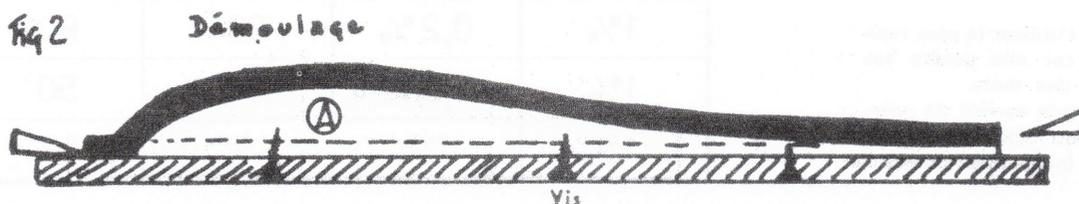

Fig 2
- Fig. 2 -
Le moule étant sec, procédez au démoulage en faisant pression avec des coins en bois ; la coquille doit se décoller sans effort, après quelques craquements sinistres. Fig. 2